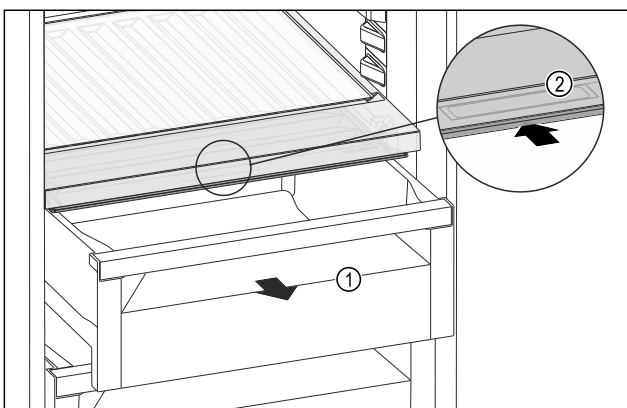

Fig. 211
- ▶ Извлеките выдвижной ящик Fig. 211 (1).
- ▶ Возьмитесь за утопленную ручку Fig. 211 (2) на крышке отделения и одновременно введите крышку отделения назад.